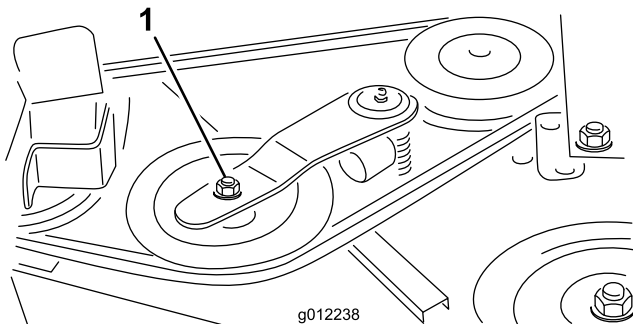
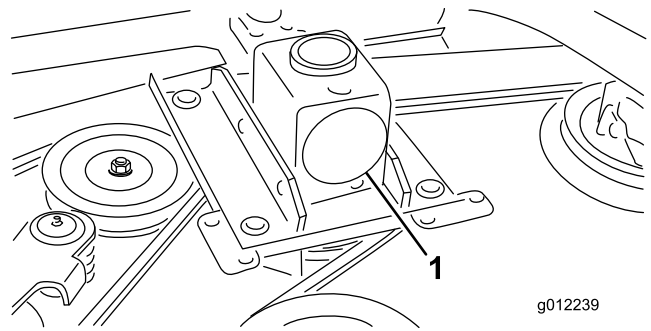

Bild 33
Bild 34
- Schieben Sie die Spannscheibe mit einem Schraubenschlüssel oder einem ähnlichen Werkzeug (Bild 33) vom Treibriemen und lassen Sie den Riemen von der Getriebespannscheibe rutschen (Bild 34).